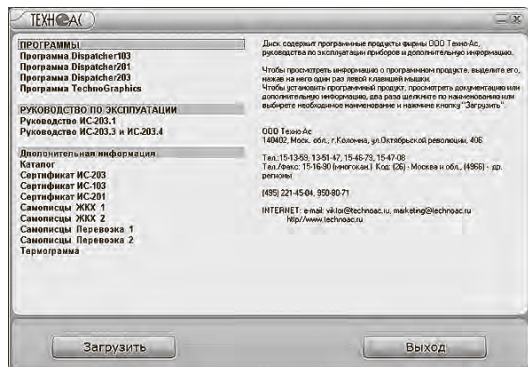

рис.3
3.1 Вставить диск в CDROM компьютера и запустить файл AutoRun.exe из корневой директории диска. Откроется окно, показанное на рис. 3